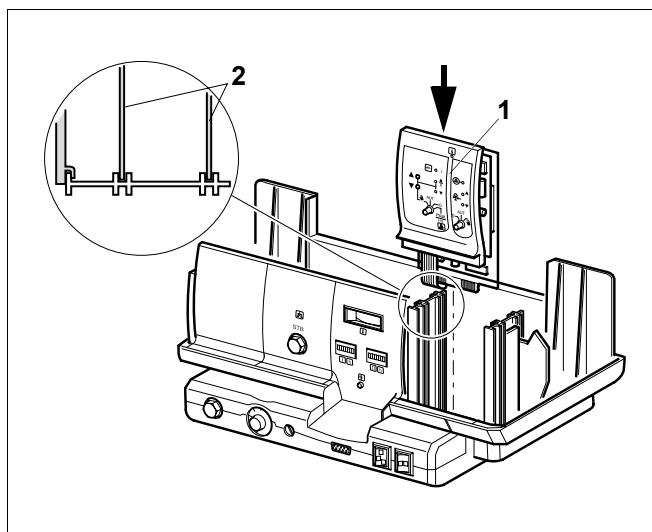

Bild 3 Insättning av modulen
- För in panndriftsmodulen (Bild 3 , Pos. 1) inklusive styrkortet (Bild 3 , Pos. 2) ovanifrån i styrskenorna och fäst på insticksplatsen (Bild 3).